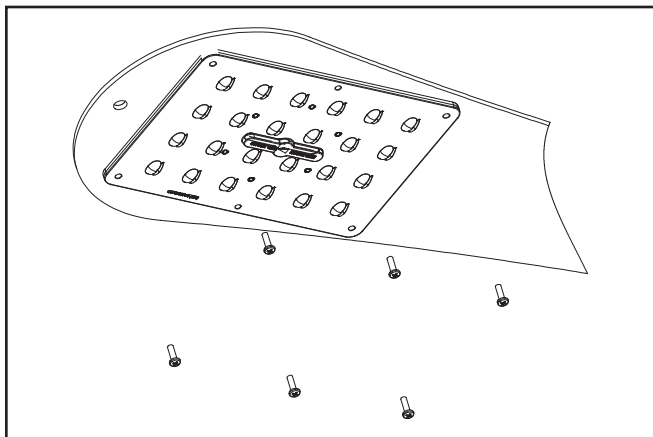

Figura 1.
1. Retira los seis tornillos para cada panel óptico. (Figura 1)